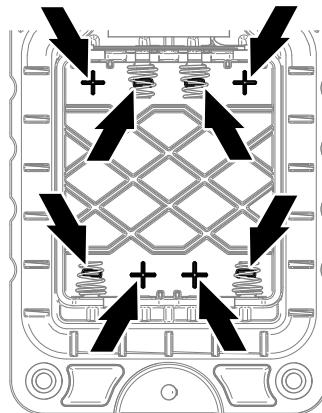

**Figura 52**
- Retire los 6 tornillos que sujetan las dos cubiertas que forman la carcasa del control remoto, y retire la cubierta trasera (Figura 52).
- Asegúrese de que la junta de acero y la junta de goma están asentadas en la ranura de la cubierta, y alinee la cubierta trasera con la delantera (Figura 52).
- Coloque la anilla de la correa sobre la clavija de la correa (Figura 52).
- Sujete la cubierta trasera a la cubierta delantera con 6 tornillos (Figura 52).